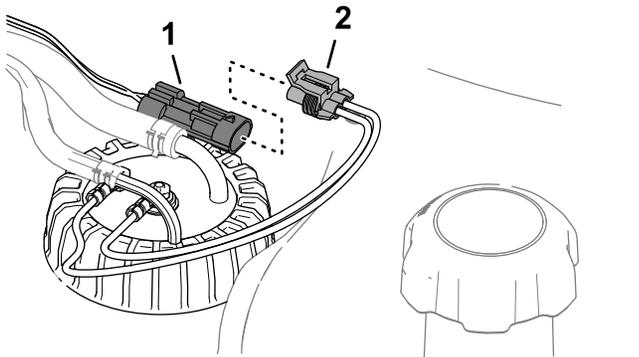

Figura 94
- 6. Collegate il connettore del cablaggio del trasmettitore di livello carburante al connettore del cablaggio preassemblato della macchina (Figura 94).